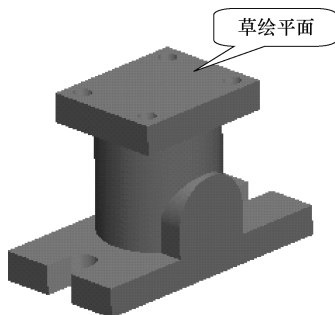

图 4-77 完成凸台
(7) 符合要求以后, 单击控制区的【应用】按钮  完成凸台, 如图 4-77 所示。
(1) 单击【拉伸】按钮 , 并单击对话框中的【移除材料】按钮 , 使其处于按下状态。
(2) 在操控板中单击【放置】按钮, 弹出【放置】下滑面板。
(3) 单击其中的  按钮, 在弹出的【草绘】对话框中定义草绘视图的放置属性。选取上底板的顶面作为草绘平面, 如图 4-77 所示, 其余选项使用默认, 单击  按钮, 进入草绘界面。